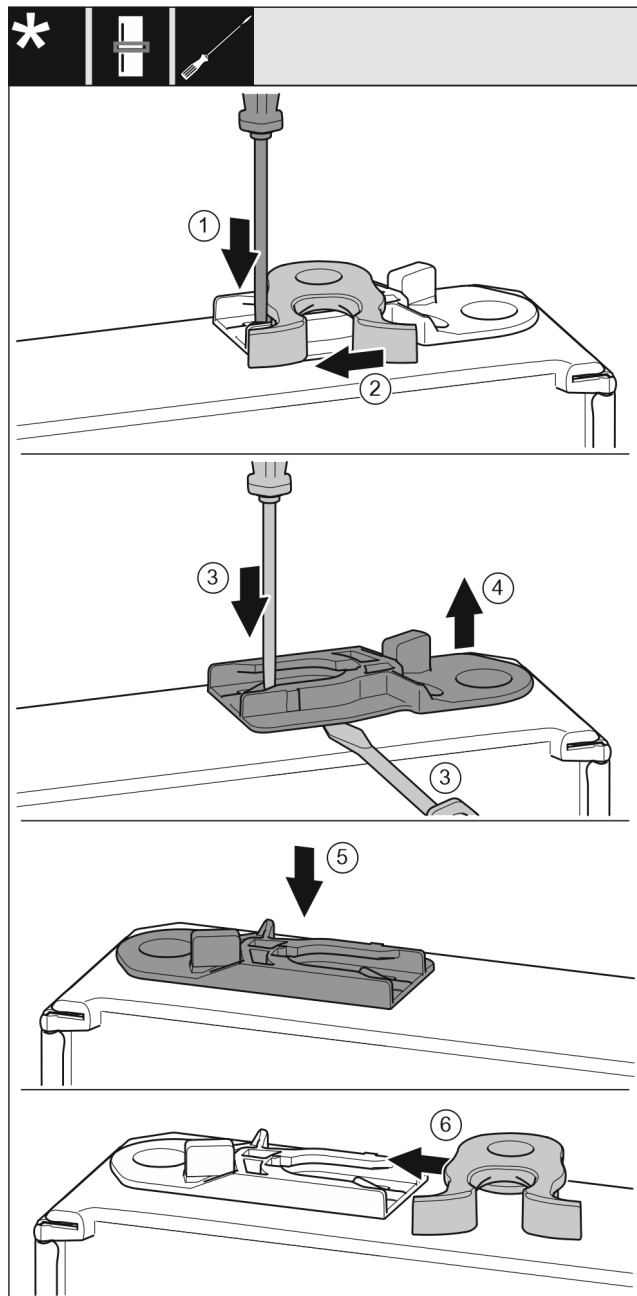

Fig. 18
- Premere la linguetta verso il basso con un cacciavite a testa a intaglio. *Fig. 18 (1)*
- Estrarre il gancio di chiusura dalla guida. *Fig. 18 (2)*
- Estrarre la boccola di guida: premere la linguetta con il cacciavite a testa a intaglio e contemporaneamente spingerla con un cacciavite sotto la boccola di guida. *Fig. 18 (3, 4)*
- Inserire sull'altro lato dell'apparecchiatura la boccola di guida fornita in dotazione. *Fig. 18 (5)*
- Spingere il gancio di chiusura nella guida. *Fig. 18 (6)*